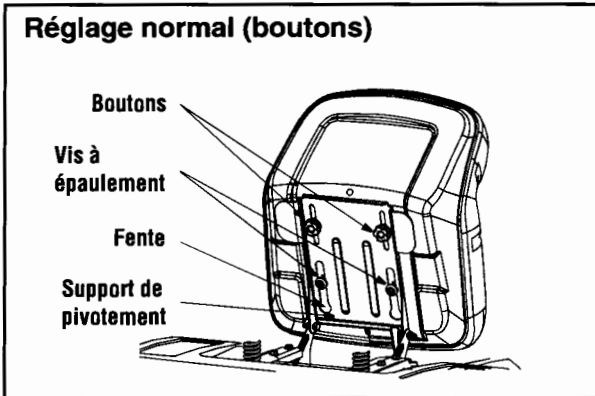

Figure 5
- Placez les vis à épaulement (qui se trouvent sur la base du siège) dans les fentes du support de pivotement du siège. Voir la Figure 5.
- Choisissez la position du siège et maintenez-le en place avec les deux boutons retirés plus tôt. Voir la Figure 5.